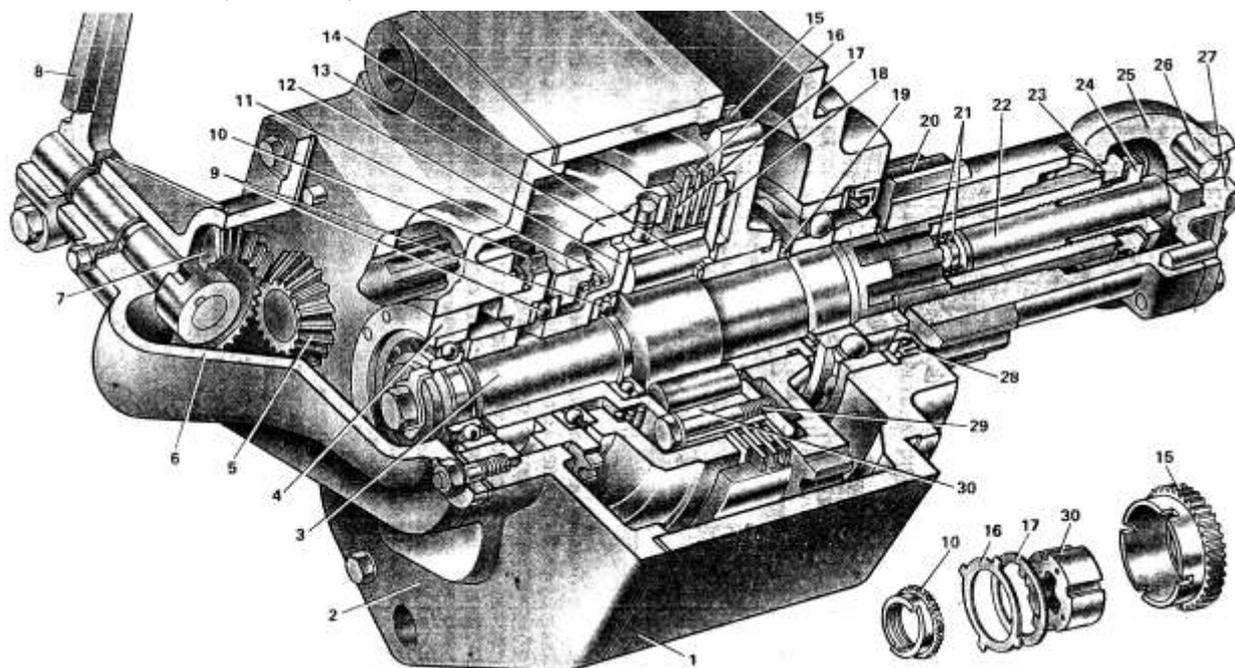
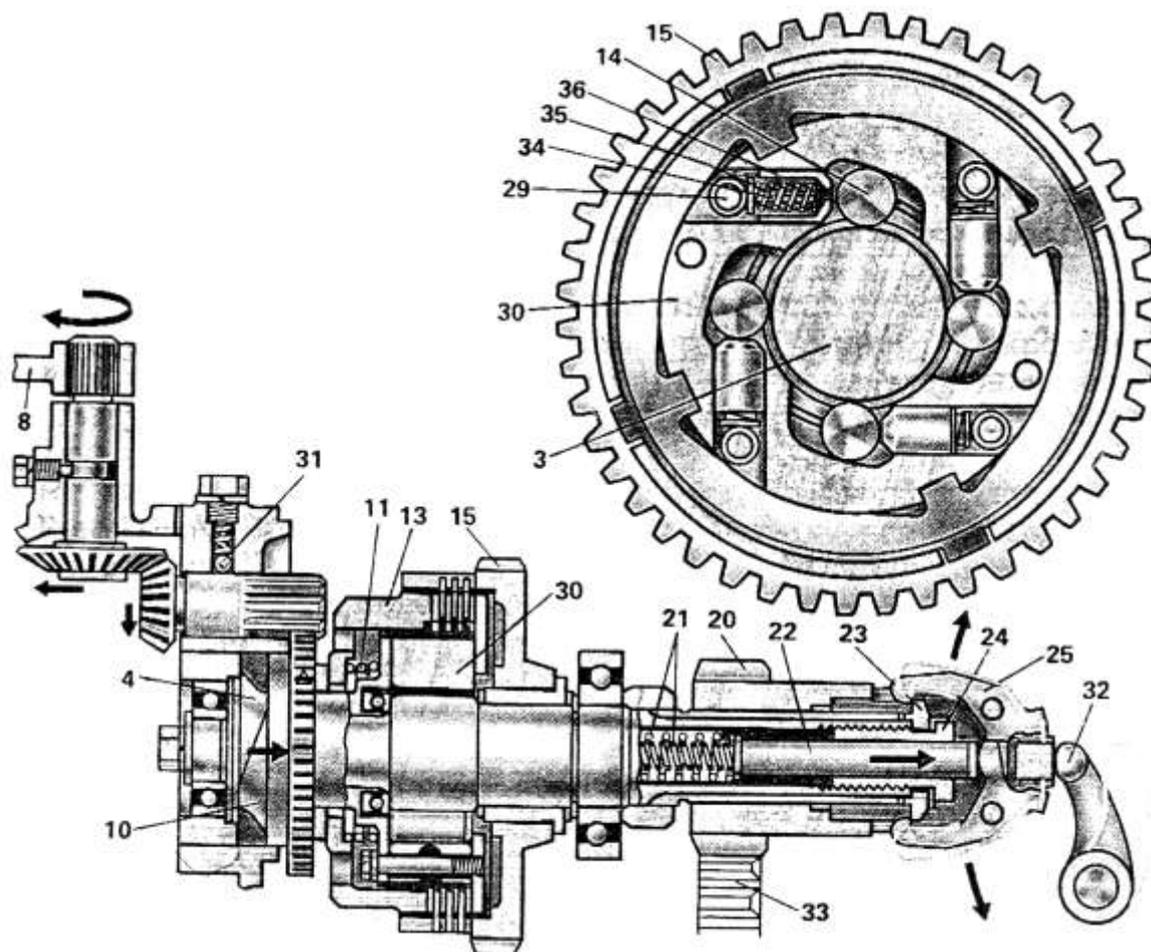

Рис. 9. Механизм передачи системы пуска
Рис. 10. Схема работы сцепления, автомата выключения и обгонной муфты
6. Снимите механизм передачи с дизеля. Снимите автомат выключения и крышку 6 механизма включения сцепления (рис. 9). Вывинтите болты крепления крышки 2 и выпрессуйте из корпуса вал 3 вместе со сцеплением и крышкой, после чего крышку спрессуйте с вала. Разберите сцепление и обгонную муфту.
8. Через деревянные накладки вертикально зажмите вал **3** в тисках. Установите в барабан нажимной диск **18**, втулку **30**, четыре ролика **14** и ступицу обгонной муфты. Совместив бордком отверстия в этих деталях, заложите с противоположной стороны в боковые отверстия втулки **30** толкатель **36** (рис. 10), пружину **34** и упор **35**. Сжав пружину вильчатой поддержкой, вставьте болт **29** (рис. 9) в продольное отверстие втулки **30** и ввинтите его в прижимной диск. Так же смонтируйте остальные толкатели и пружины и окончательно затяните болты **29**. Завершите сборку механизма передачи; при этом проследите за тем, чтобы метка на рычаге **8** при включенном сцеплении была совмещена с меткой на крышке.